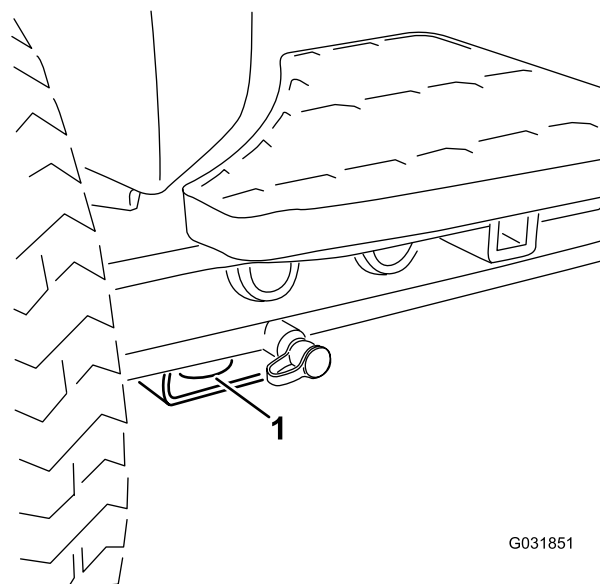

Figure 35
- **Avant de la machine** – trou du patin rectangulaire, sous le tube d'essieu, à l'intérieur de chaque roue avant (Figure 35).